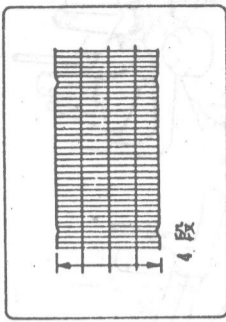

图 65
- ② 微调示波器的电压水平范围, 以便设定 FM 输出为 4 段, 如图 65 所示;